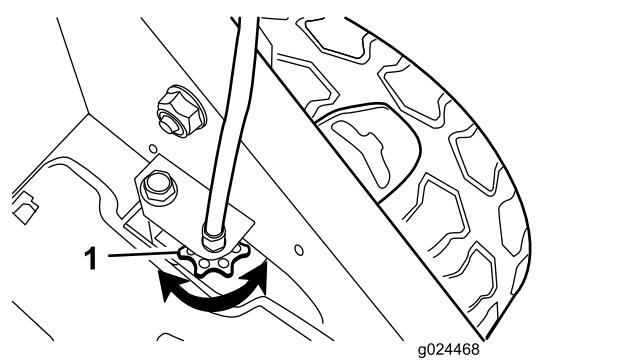

Figura 28
- Se le ruote non girano quando inserite la barra della trazione automatica, la cinghia di trazione è eccessivamente allentata. Ruotate la manopola di controllo trazione della ruota (Figura 28) in senso orario di 1 giro e ripetete le fasi da 4 a 6.
- Se le ruote girano prima dell'inserimento completo della barra della trazione automatica, la cinghia di trazione è eccessivamente tirata. Ruotate la manopola di controllo trazione della ruota (Figura 28)